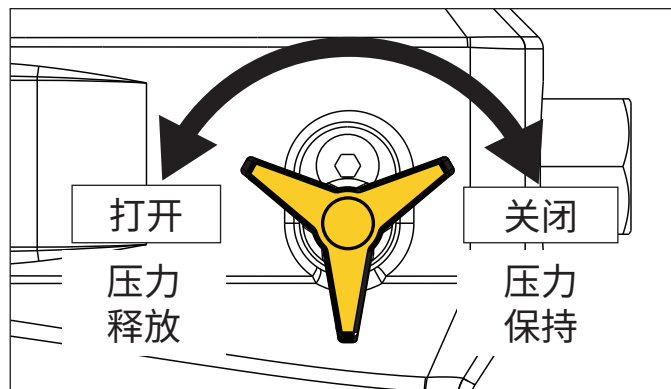

图 11: 卸荷阀
1. 为避免在连接液压管路的过程中液压泵意外启动,请确保液压泵电源开关处于 OFF (O) 位置。或将电池从液压泵中拆下(如已安装)。
2. 打开液压泵卸荷阀(逆时针至少转一圈)以释放泵内任何残余液压压力。请参阅本手册后文中的图 11。
该泵内置有一个手操式卸荷阀。此阀关闭时，系统液压压力便可得以维持。此阀打开时，液压压力将卸下，油流返回泵的油箱。请见图 11。